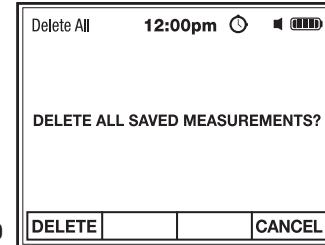

Fig. 20
2. Pulse la tecla de función F1 DELETE para borrar TODAS LAS MEDICIONES GUARDADAS (Fig. 20).
3. Pulse el botón de función F4 CANCEL para volver a mediciones sin borrar (Fig. 20).